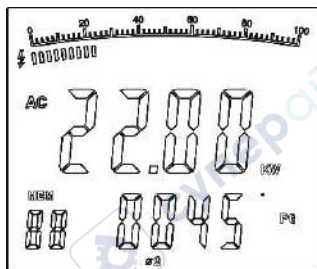

Рис. 9
2. После завершения измерения мощности 1-й фазы нажать **SEL**, чтобы выбрать  $\Phi 2$  . На двухуровневом экране отображается значение активной мощности кВт и угла фазы PG второй фазы 2, как показано на рис. 9